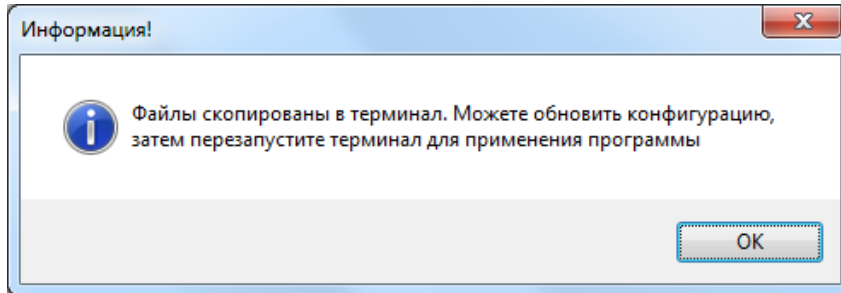

Рисунок 5.4
5.2.6 По окончании копирования отображается окно **Информация!**, предупреждающее об окончании записи программы (см. рисунок 5.4).